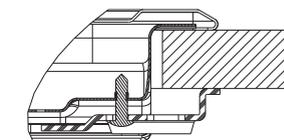

Fig. 1
1. Prenda os clips de mola (A) (fig. 1) com os parafusos fornecidos, tendo em atenção as distâncias especificadas.